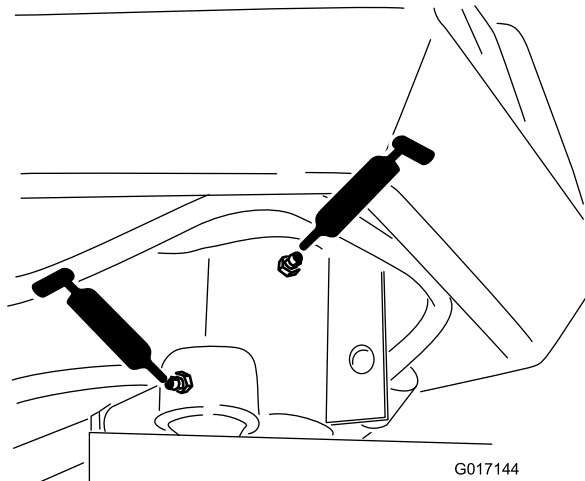

図 31
- ステアリングフォークのシャフト1箇所 図 31
- ステアリングシリンダロッドの端部 図 31